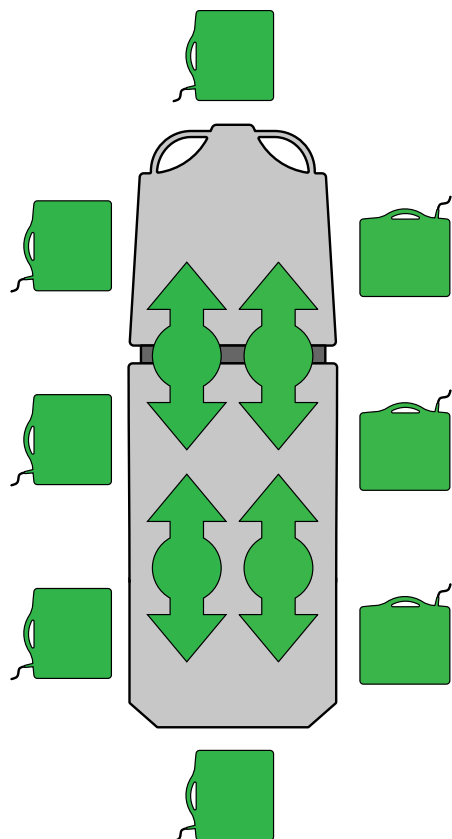

图 21 – 插入或移除 X 射线暗盒
- 使用位于担架所有侧面上的位置指示标签将患者置于担架中间（图 21）。